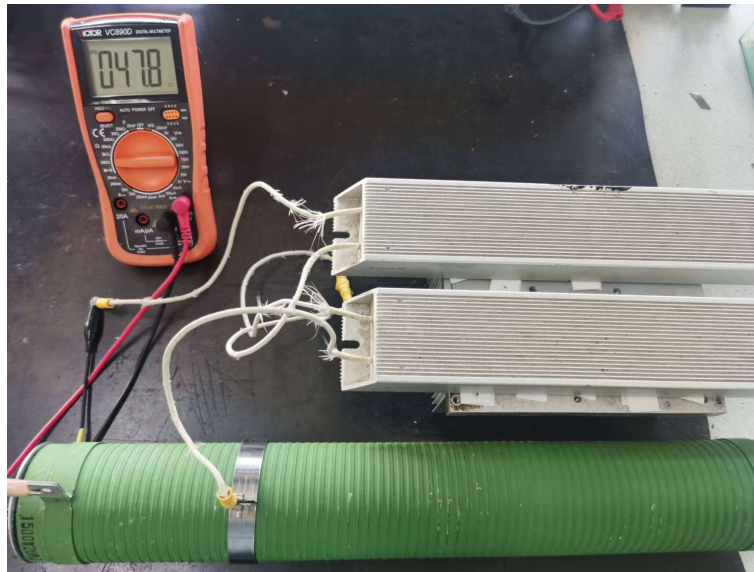

图 4-5 电阻
4.1.3 电阻(图 4-5)电阻可承受功率要超过 1000W